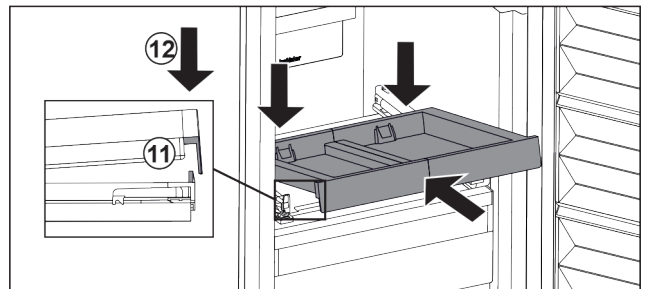

Fig. 33
- ▶ Schuin erin schuiven. Zorg ervoor dat de aanslag aan beide zijden achter de lip is. Fig. 33 (11)
- ▶ Uitschuifplateau aan voorzijde neerzetten. Fig. 33 (12)